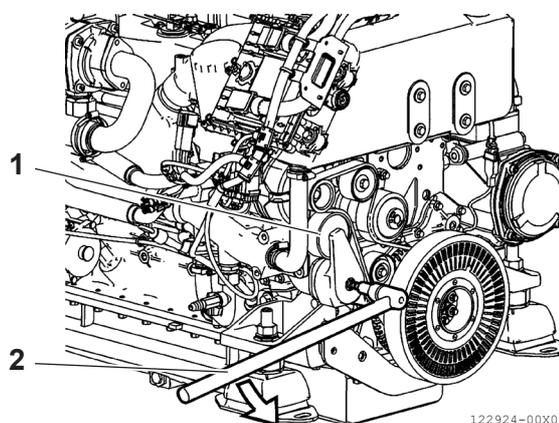

Abbildung 18
- Stellen Sie gleichzeitig sicher, dass die Spannvorrichtung (**Abbildung 18, [1]**) richtig funktioniert, indem Sie wie in der Abbildung gezeigt vorgehen.